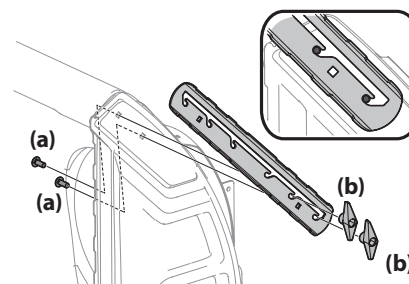

Figura 2-38
1. Afloje los dos pernos de carro (a) y las dos tuercas de mariposa (b) que sujetan cada cortador de desplazamiento de nieve ubicados a los lados de la caja de la barrena. Consulte la Figura 2-38.